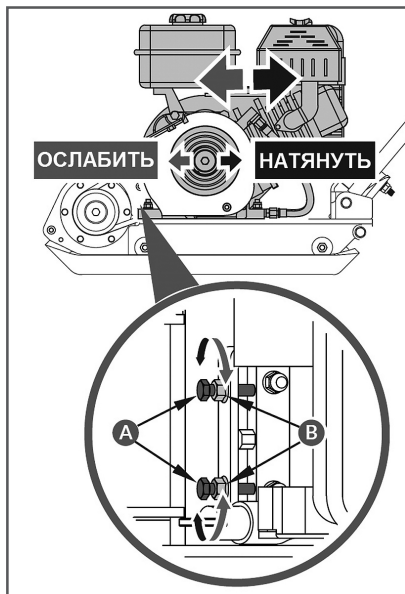

Рис. 26 Регулировка натяжения ремней
- для натяжения ремней ослабьте затяжку контргайки В, после чего закрутите болты А натяжного устройства (Рис. 26).
- для ослабления ремней ослабьте затяжку контргайки В, открутите болты А натяжного устройства (Рис. 26) и сдвиньте двигатель к вибратору.